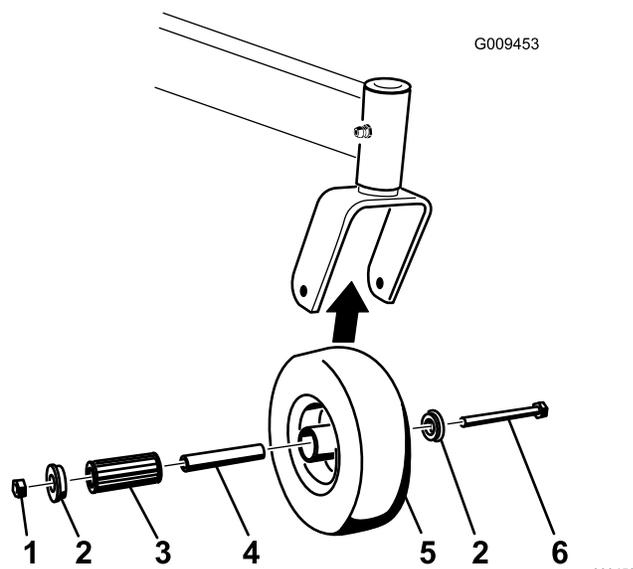

Figura 68
1. Togliete il dado di bloccaggio e il bullone della ruota che sostiene la ruota orientabile sulla forcella orientabile (Figura 68).
2. Togliete una boccola, quindi estraete la boccola chiave e il cuscinetto a rulli dal mozzo della ruota (Figura 68).
3. Togliete l'altra boccola dal mozzo della ruota e pulite via l'eventuale grasso o sporcizia presenti sul mozzo della ruota (Figura 68).
Nota: Sostituite eventuali parti danneggiate o usurate (Figura 68).
5. Posizionate una boccola nel mozzo della ruota (Figura 68).
6. Lubrificate il cuscinetto a rulli e il cuscinetto chiave e fateli scorrere nel mozzo della ruota (Figura 68).
7. Posizionate la seconda boccola nel mozzo della ruota (Figura 68).
8. Montate la ruota orientabile nella forcella orientabile e fissatela con il bullone della ruota e il dado di bloccaggio (Figura 68).
9. Serrate il dado di bloccaggio finché la boccola chiave tocca in fondo l'interno delle forcelle orientabili (Figura 68).